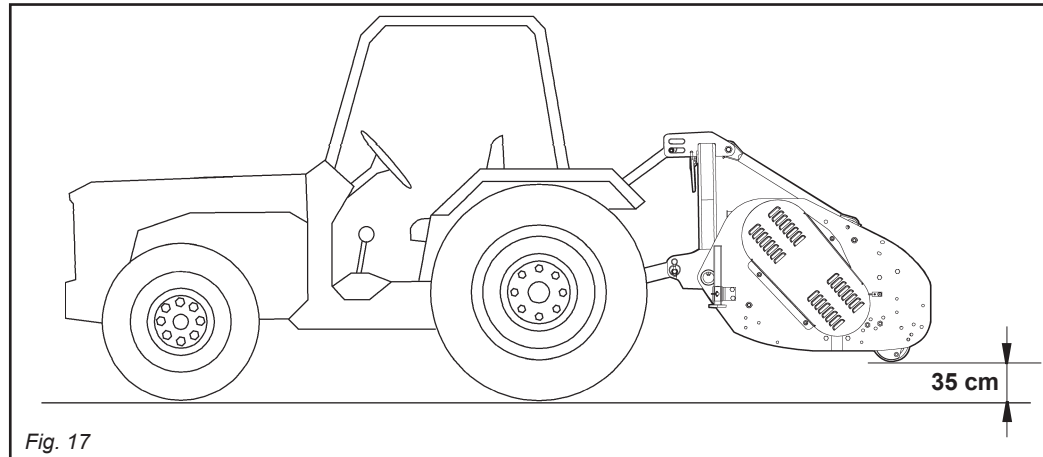

Fig. 17
Durante il trasporto ed ogni qualvolta si renda necessario il sollevamento, è opportuno che il gruppo di sollevamento della trattrice venga regolato in modo che la macchina stessa, sia sollevata da terra di circa 35 cm (Fig. 17).
*During transport and whenever lifting is required, the lifting unit of the tractor should be regulated so that the machine is raised about 35 cm from the ground (Fig. 17).*
Pendant le transport et chaque fois que le soulèvement est nécessaire, il est important que le groupe de relevage du tracteur soit réglé de manière à ce que la machine, soit soulevée du sol d'environ 35 cm (Fig. 17).
Während des Transports und jedes Mal, wenn das Heben erforderlich wird, ist dafür zu sorgen, dass das Hubwerk des Traktors zu eingestellt wird, dass die Maschine selbst sich circa 35 cm vom Boden abgehoben befindet (Abb. 17).
Durante el transporte y cada vez que se haga necesaria la elevación, es conveniente regular el grupo de elevación del tractor en modo tal que la máquina misma, resulte elevada del terreno aproximadamente 35 cm (Fig. 17).